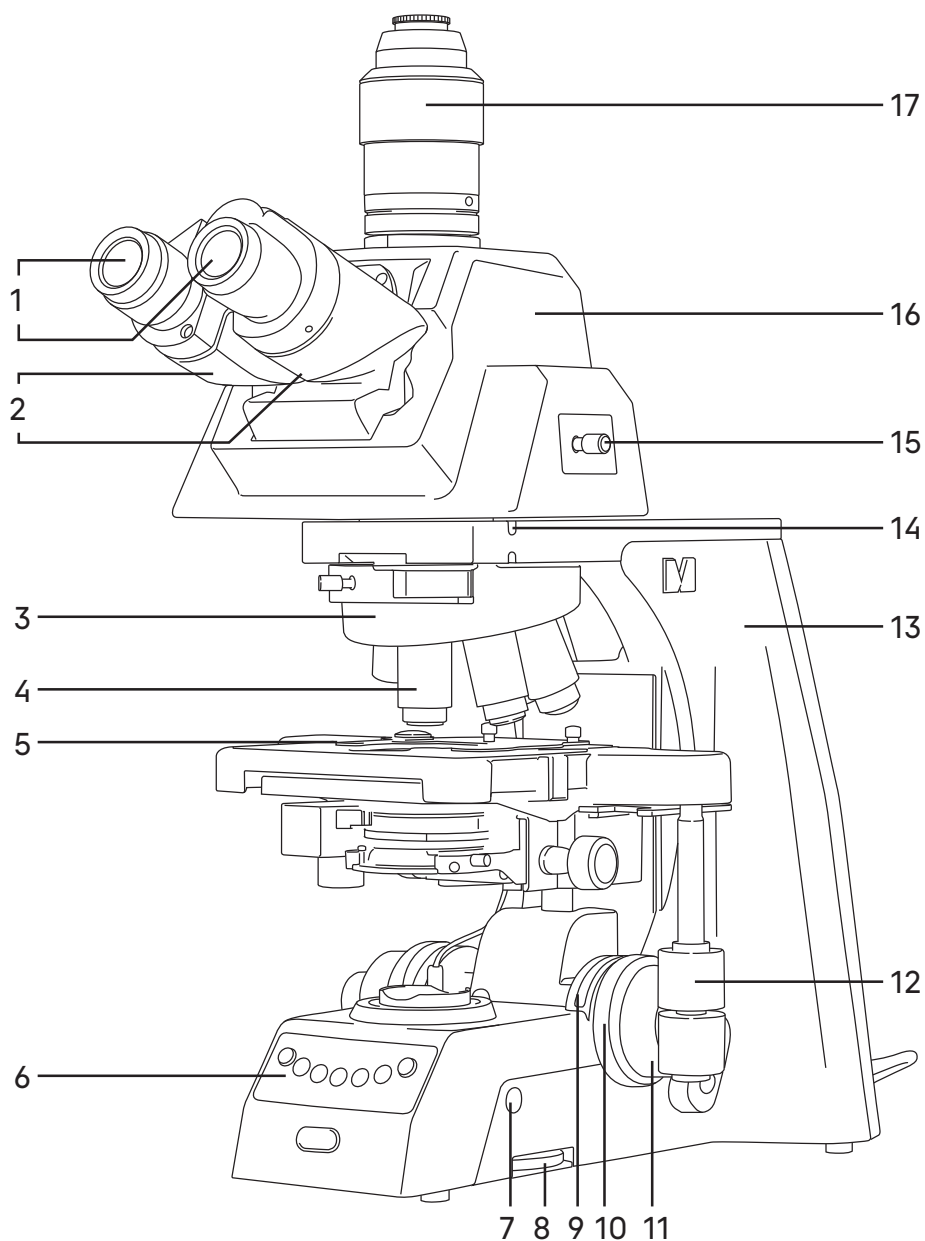
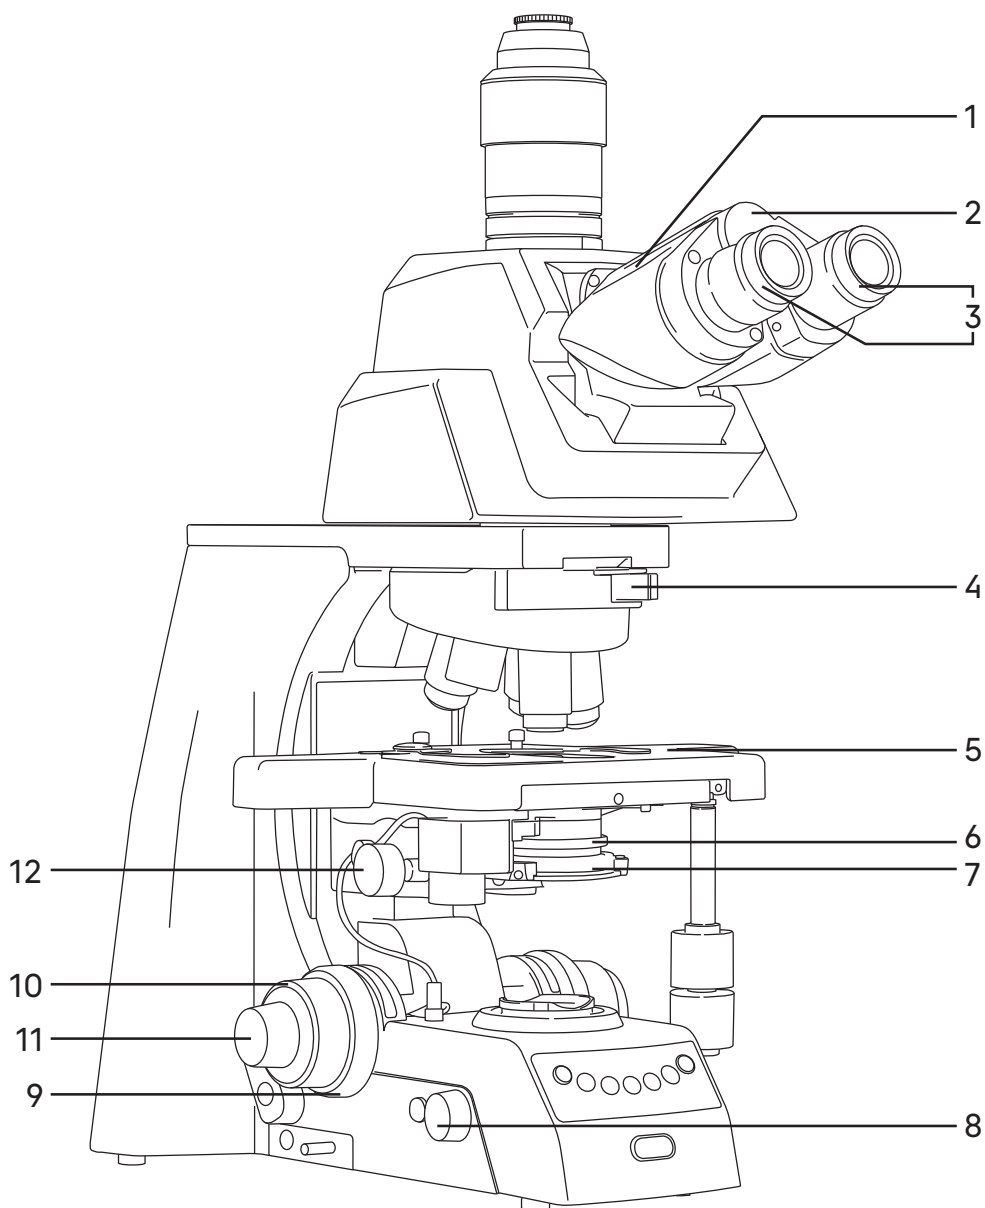
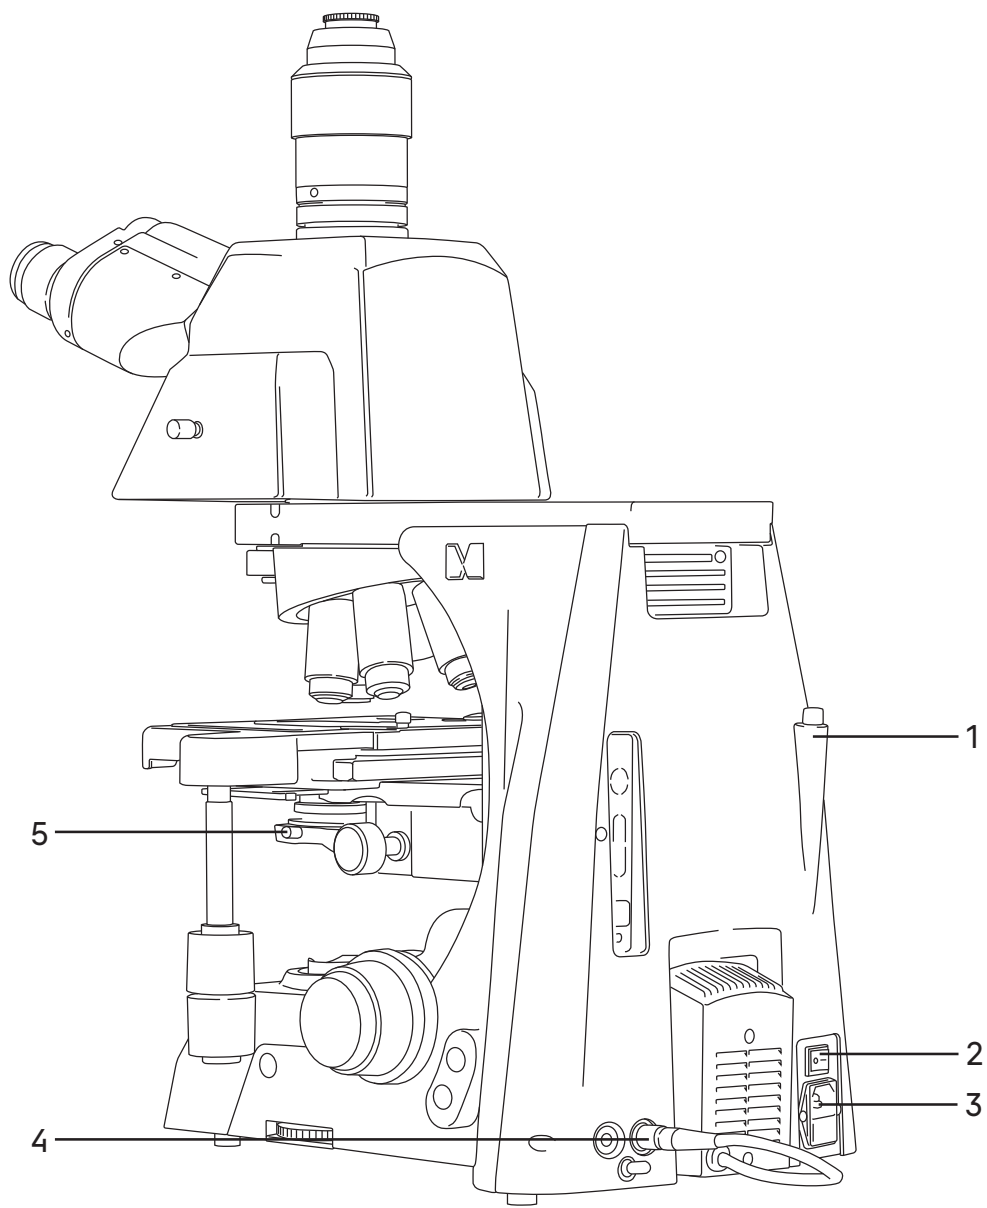

Рис. 1. Микроскоп биологический MAGUS Bio 290T. Вид справа
Рис. 2. Микроскоп биологический MAGUS Bio 290T. Вид слева
Рис. 3. Микроскоп биологический MAGUS Bio 290T. Вид сзади
Общий вид микроскопа представлен на рис. 1, 2 и 3.
Штатив **13** (рис. 1) представляет собой цельную конструкцию с основанием. Основание имеет Y-образную устойчивую эргономичную форму.
- револьвер **3** (рис. 1) с объективами **4** (рис.1);
На штатив крепится держатель столика с кронштейном конденсора и фиксируется винтом. На держатель устанавливается предметный столик **5** (рис. 2) и конденсор **7** (рис. 2).
- Выключатель сетевого напряжения **2** (рис. 3). В положении «←» включается, а в положении «0» выключается сетевое напряжение.
- Разъем **3** (рис. 3) для сетевого шнура, посредством которого микроскоп подключается к сети переменного тока. Под ним располагается держатель предохранителя с гнездом для запасного предохранителя;
- Гнездо **4** (рис. 3) служит для подключения кабеля питания осветителя проходящего света.
- Отвертка-шестигранник **1** (рис. 3) для фиксации винтов.
Фокусировка на объект осуществляется перемещением по высоте предметного столика **5** (рис. 2). Грубая фокусировка производится вращением коаксиальных рукояток **10** (рис. 1, 2), которые размещены по обеим сторонам штатива.
Тонкая фокусировка производится вращением рукояток **11** (рис. 1, 2), расположенных по обеим сторонам штатива. Тонкая фокусировка требуется для точного фокусирования на объект и для подфокусировки микроскопа на резкость изображения при смене объективов и препаратов.
Механизм регулировки жесткости хода грубой фокусировки **9** (рис. 1) – кольцо между штативом и рукояткой грубой фокусировки с правой стороны. С помощью кольца регулируется жесткость хода грубой фокусировки так, чтобы жесткость была комфортной для пользователя, но при этом столик не опускался самопроизвольно во время работы.
Механизм блокировки грубой фокусировки **9** (рис. 2) расположен с левой стороны. После завершения грубой фокусировки рекомендуется повернуть кольцо до упора в направлении против часовой стрелки. Таким образом закрепится положение грубой фокусировки для быстрой рефокусировки после смены препарата.
Визуальная насадка **16** (рис. 1) тринокулярная (бинокулярная с каналом визуализации).
Визуальная насадка обеспечивает визуальное наблюдение изображения объекта. Насадка устанавливается в отверстие штатива **3** (рис. 1) и закрепляется винтом **14** (рис. 1). Насадку при установке развернуть окулярами в сторону предметного столика.
Изменение межзрачкового расстояния в насадке осуществляется разворотом окулярных тубусов **2** (рис. 1) в пределах 47–78 мм. Значение расстояния, установленного в соответствии с глазной базой наблюдателя, отсчитывается по шкале на насадке.
Механизм диоптрийной подвижки окуляров служит для компенсации аметропии глаз наблюдателя. Находится на обоих окулярных тубусах – кольцо **3** (рис. 2).
В вертикальный выход корпуса визуальной насадки **17** (рис. 1) (канал визуализации) для фиксации камеры установлен переходник C-mount. Камера служит для вывода изображения на экран компьютера или монитор/телевизор. Световой поток окуляры/канал визуализации переключается ручкой **15** (рис. 1). Деление светового потока (в %): 0/100, 100/0 или 20/80.
В комплект микроскопа входят окуляры **1** (рис. 1). Окуляры имеют высокое положение выходного зрачка и предназначены для работы как в очках, так и без них. Наглазники на окулярах защищают оптику очков.
Револьверное устройство **3** (рис. 1) обеспечивает установку шести объективов **4** (рис. 1). Револьверное устройство моторизировано и кодировано. Смена объективов производится нажатием кнопок на кнопочной панели и боковыми кнопками, расположенными на основании штатива с правой и с левой стороны. Отдельная кнопка используется для переключения между двумя наиболее часто используемыми объективами.
Объективы **4** (рис. 1) рассчитаны на оптическую длину тубуса «бесконечность». Парфокальная высота объективов 60 мм, линейное поле зрения в плоскости изображения 25 мм. Рассчитаны для работы с препаратами с толщиной покровного стекла 0,17 мм или без покровного стекла. Микроскоп укомплектован объективами-планахроматами с увеличением 4х, 10х, 20х, 40х, 100х (ми). Дополнительно возможна комплектация объективами другого увеличения, типа коррекции и иммерсионной системы.
Конденсор 3 (рис. 2) установлен в кронштейн под предметным столиком микроскопа. Тип крепления конденсора – «ласточкин хвост». Конденсор устанавливается по направляющим при поднятом столике и опущенном кронштейне. Перемещение конденсора вдоль оптической оси микроскопа осуществляется с помощью рукояток перемещения кронштейна конденсора 12 (рис. 2), расположенных слева и справа от наблюдателя под столиком микроскопа. Диапазон перемещения конденсора – не менее 26 мм.
Кронштейн конденсора имеет пружинный держатель, с помощью которого двумя винтами конденсор центрируется в оптической оси. Фиксация конденсора в держателе осуществляется третьим винтом 5 (рис. 3).
Ирисовая апертурная диафрагма регулируется (открывается/закрывается) кольцом 6 (рис. 2). Конденсор имеет маркировку апертуры и цветовую маркировку увеличения объективов. Для достижения наилучшего качества изображения рекомендуется прикрывать апертурную диафрагму конденсора приблизительно на 1/3 диаметра выходного зрачка объектива.
Двухкоординатный предметный столик 5 (рис. 2) с пластиной из стекла Gorilla Glass устанавливается на держатель столика и обеспечивает перемещение объекта в двух взаимно-перпендикулярных направлениях с помощью рукояток 12 (рис. 1), расположенных на одной оси.
У столика отсутствует выдвижная зубчатая рейка по оси X, что повышает эргономичность работы. Механизм с ременной передачей плавно перемещает объект. Объект крепится на поверхности столика между держателем и прижимом препаратодержателя 5 (рис. 1), для чего прижим отводится в сторону. Препаратодержатель крепится к столику при помощи двух винтов. При снятом препаратодержателе объект можно перемещать рукой.
Включение осветителя осуществляется с помощью выключателя питания 2 (рис. 3) на задней панели штатива. Регулировка яркости осуществляется ручкой 8 (рис. 2).